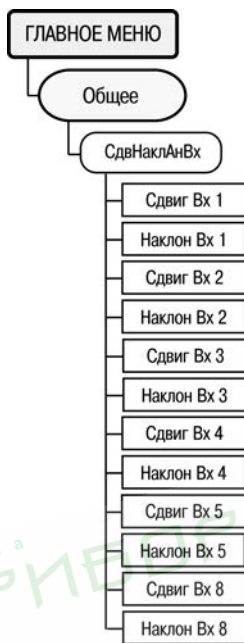

Рисунок 6.24
6.13.9 Параметры, определяющие коррекцию измеренных характеристик, задаются через пункт меню //Общее/СдвНаклАнВх. {N} = 1 – 5, 8 (рисунок 6.24) для аналоговых входов 1 – 5, 8 соответственно.